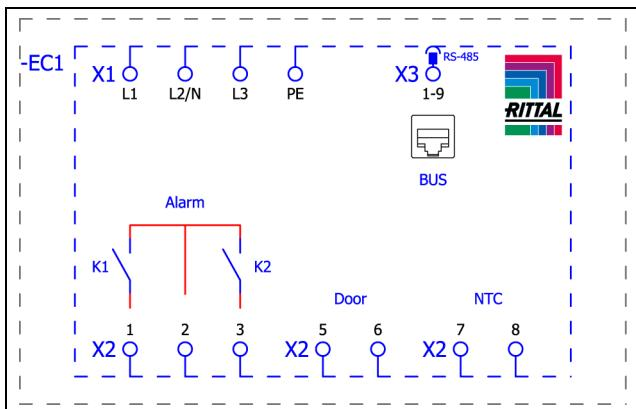
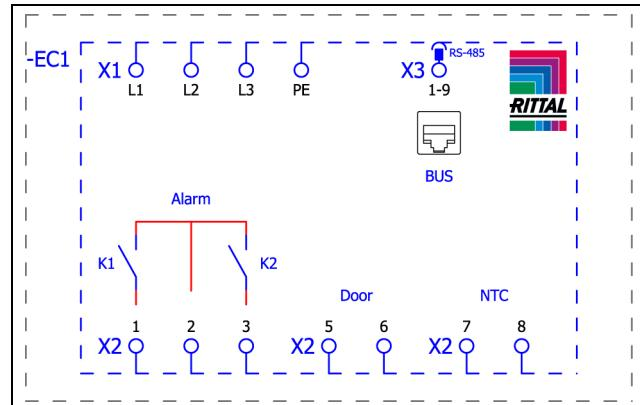

Imagen 17: Esquema de conexiones SK 3184837, SK 3185x3x, SK 3186x3x y SK 3187x3x
Imagen 18: Esquema de conexiones SK 3188x4x y SK 3189x4x
- Utilice el conector de red de la bolsa de accesorios y realice la alimentación a red según el esquema de conexión correspondiente (imagen 17 o imagen 18).